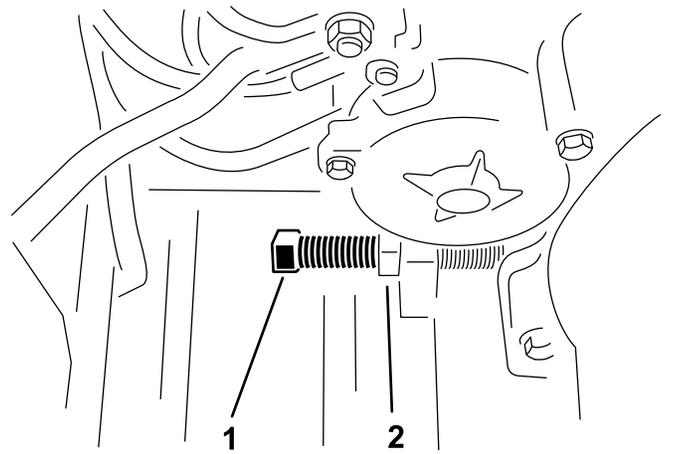

图 22
3. 松开锁紧螺母并转动皮带调节螺栓直至达到所需的皮带张紧力 图 22。
5. 调节发动机使其与机架平行。继续旋紧发动机固定螺栓 图 22。